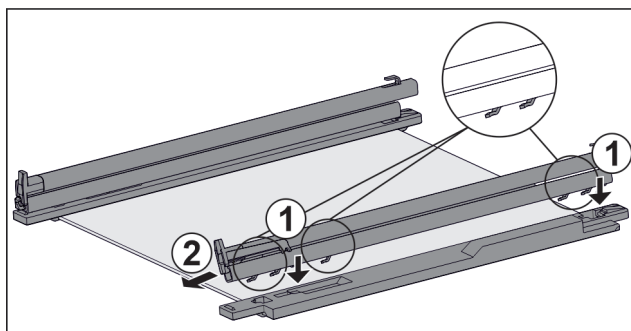

Fig. 138 Стеклопластина с направляющими и крепежными элементами
- ▶ Поместите крючки направляющей в отверстия **левого** крепежного элемента. Fig. 138 (1)
- ▶ Потяните направляющую вперед. Fig. 138 (2)
- ▶ Поместите крючки направляющей в отверстия **правого** крепежного элемента. Fig. 138 (1)